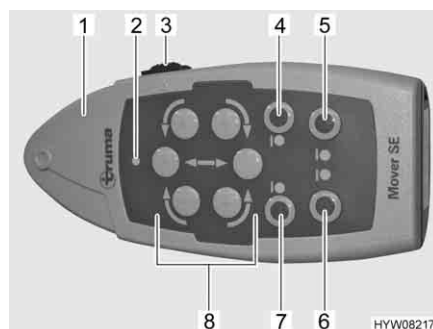

Fig. 8 Telecomando
- Spostare l'interruttore a scorrimento (Fig. 8,3) del telecomando (Fig. 8,1) su "ON" (I). Se il LED verde (Fig. 8,2) si accende, il sistema di manovra è pronto all'esercizio.
- Sui due lati, avvicinare i rulli di trasmissione ai pneumatici. A questo scopo, premere i tasti "Avvicinamento" (Fig. 8,4 e 7).
- Muovere il veicolo con i tasti direzionali (Fig. 8,8) nella posizione desiderata.
- Sui due lati, ruotare i rulli di trasmissione retraendoli dai pneumatici. A questo scopo, premere i tasti "Retrazione" (Fig. 8,5 e 6).
- Spostare l'interruttore a scorrimento (Fig. 8,3) del telecomando su "OFF" (0).